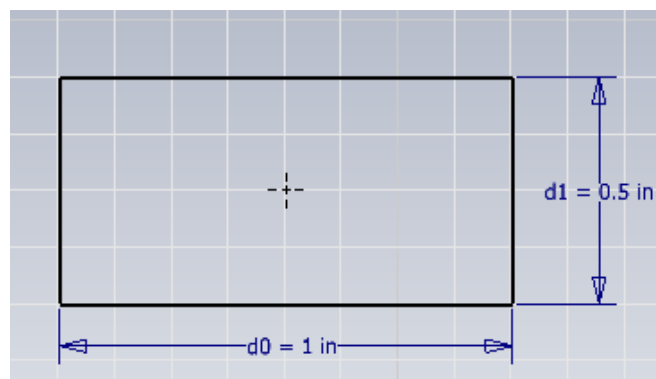

Figura 3.16 Generación de un punto central para agujero.
- Inventor marcará el centro de la pieza con un punto, donde el usuario posteriormente podrá trazar un círculo o generar un agujero, sin que el usuario tenga la necesidad de calcular el mismo, figura 3.16.